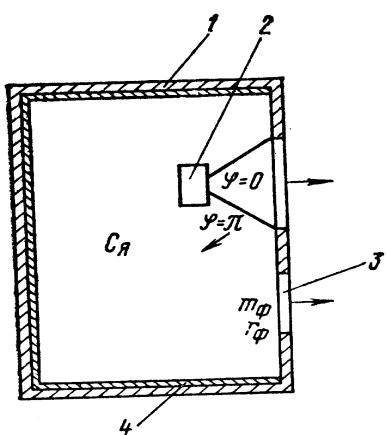

Рис. 6.9. Громкоговоритель с фазоинвертором:
**Корпус с фазоинвертором** отличается от закрытой акустической системы тем, что в нем имеется отверстие или отверстие с трубой внутрь корпуса круглого или квадратного сечения (рис.6.9). Принцип действия фазоинвертора